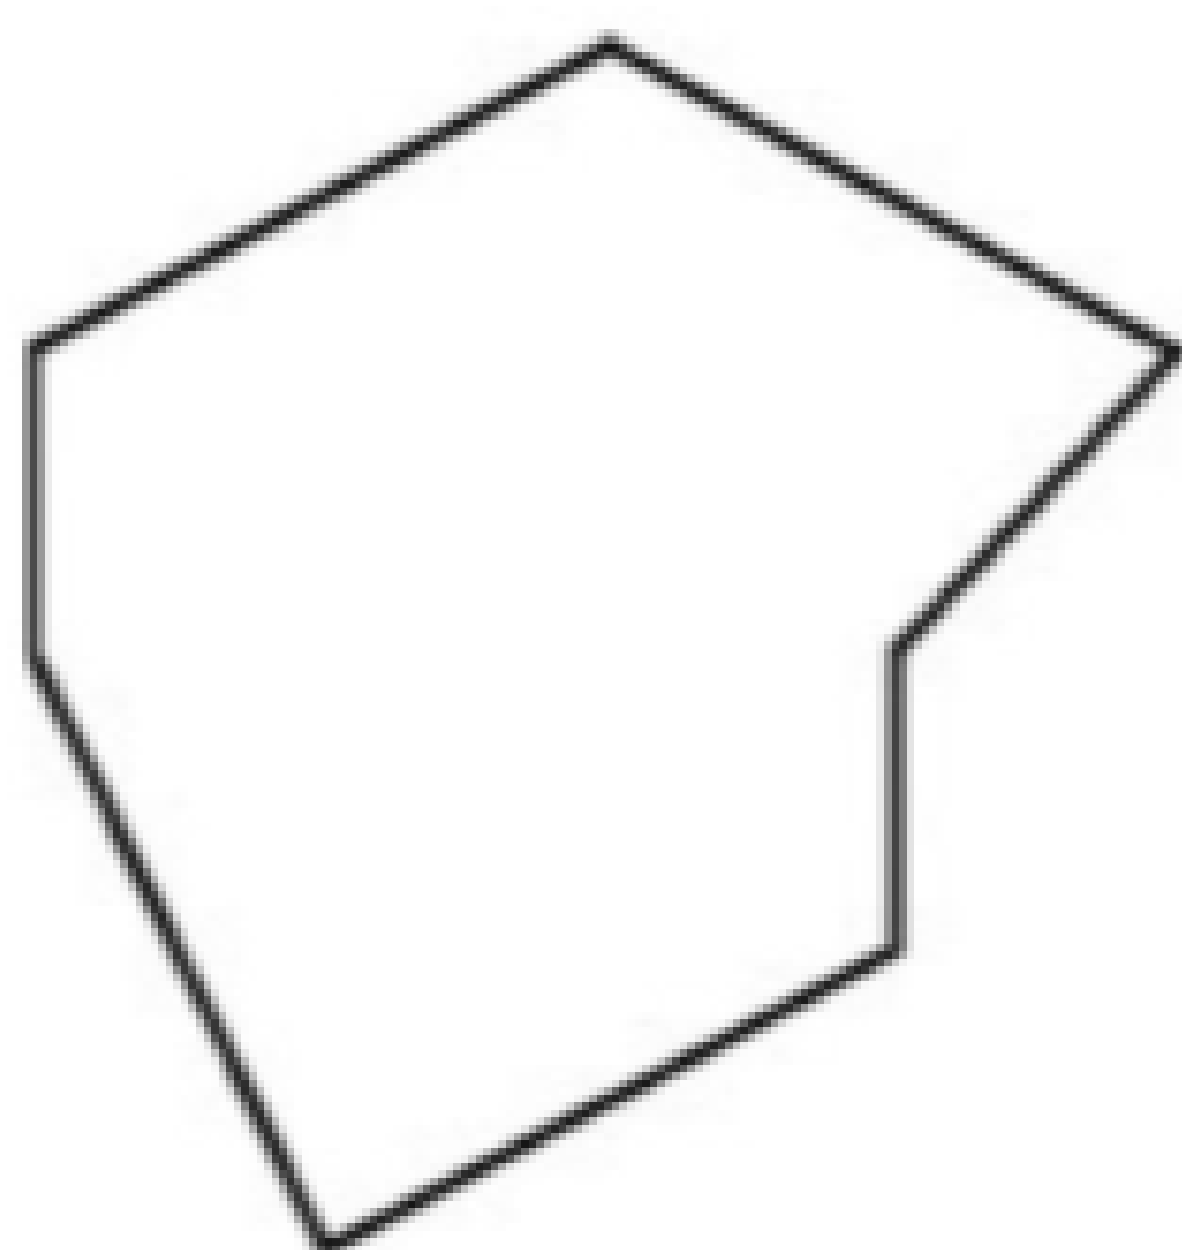

图 73 多边形
- a) id polygon { x1 y1 x2 y2 ... }: 多边形形状的顶点(见图 73)用{}括起来, 数据可以显示在多行上, 最后一点不必与第一点相同, 参考点在(0,0)。